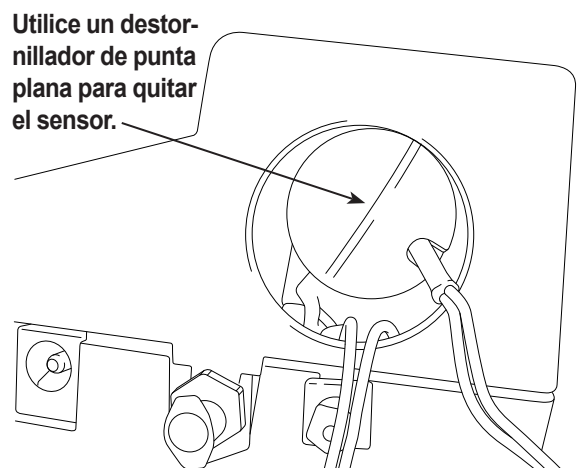

Figura 15
- Mueva la tapa y el arnés a un lado. Sostenga el cable del sensor y utilice un destornillador de punta plana para desenroscar y extraer el sensor de oxígeno. Vea la Figura 15.